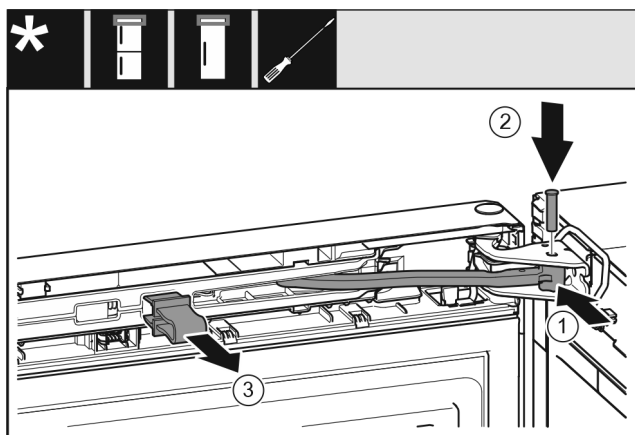

Fig. 52
- ▶ Forgassa a csapágybakba a csuklót Fig. 52 (1).
- ▶ Helyezze be a csapszeget Fig. 52 (2) a csapágybakba és a csuklóba. Közen figyeljen arra, hogy a reteszelő bütyök megfelelően illeszkedjen a horonyba.
- ▶ Vegye le a biztosítékot Fig. 52 (3).